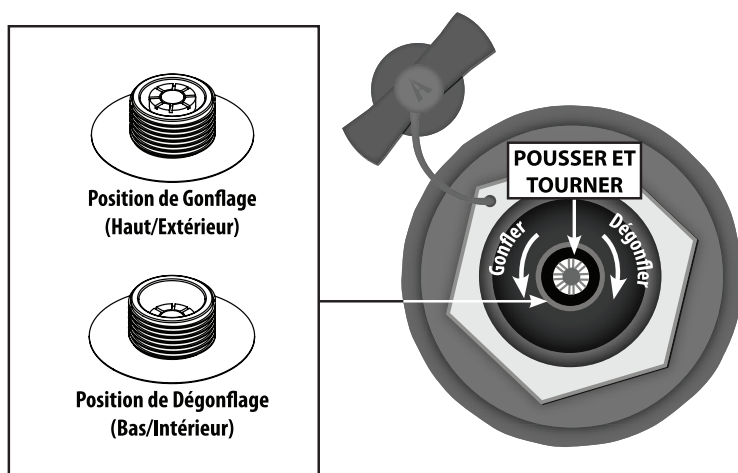

Figure 1. Gonflage/ Dégonflage Valve à ressort
1. Repérez la chambre 1. Dévissez le bouchon et vérifiez que la valve à piston est en position de gonflage. Gonflez la chambre 1 jusqu'à ce qu'elle soit ferme au toucher (**2,25 psi SEULEMENT**). (Voir la figure 1 à la page 10)
2. Passez à la chambre 2. Gonflez la chambre 2 jusqu'à ce qu'elle soit ferme au toucher (**2,25 psi SEULEMENT**). Fermez hermétiquement les bouchons des chambres 1 et 2. (Voir la figure 1 à la page 10)